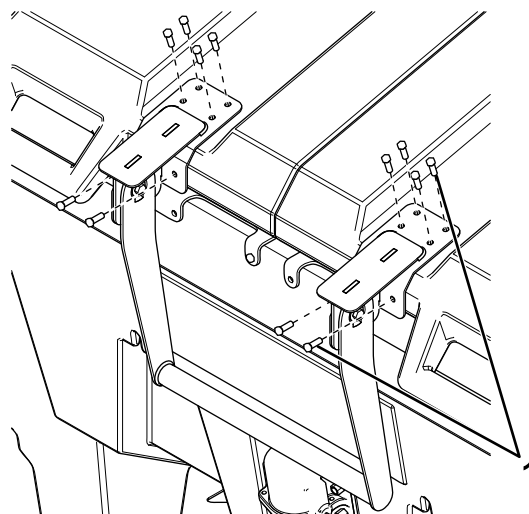

**Figure 23**
1. Fixez 2 ensembles de montage à une poignée à l'aide de 2 écrous, 2 douilles mâles, 2 rondelles et 2 boulons ( $\frac{3}{8}$  x  $1\frac{1}{4}$  po), comme montré à la Figure 23.